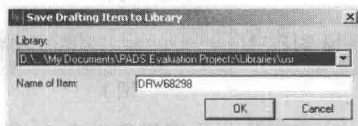

图 6
⑥ 从库中取出。取出已保存到库中图形或图形组合。
⑦ 保存到库中。点击按钮，再点对象，在弹出的对话框(图6)中可更改对象名称和存入的文件夹。确定后此图形作为一个图件保存。在图6中，项目名称是系统自动产生的。